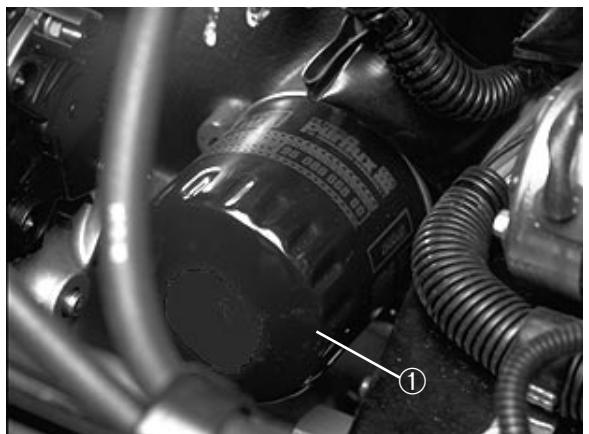

Fig. 36
2. Togliere il tappo di spurgo (Fig. 36). Spalmare un leggero strato di olio pulito sulla nuova guarnizione del filtro prima di avvitarla. **NON STRINGERE TROPPO**.